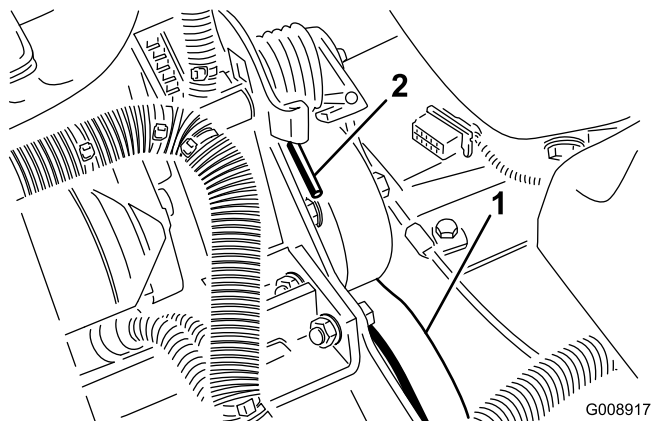

Figura 67
2. Empuje hacia adelante y hacia abajo sobre el extremo del muelle (Figura 67) para desengancharlo del soporte y liberar la tensión.